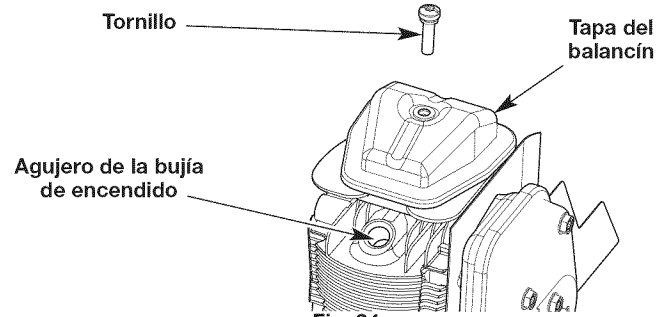
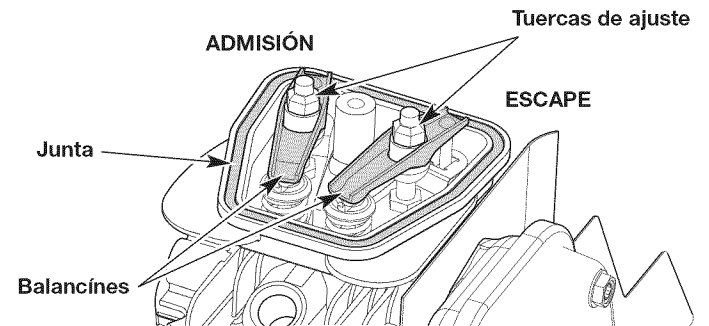

Fig. 24
Fig. 25
6. Quite el tornillo de la tapa del balancín con un destornillador plano o un destornillador Torx T-25 (Fig. 24). Quite la tapa del balancín y la junta.(Fig. 25).
7. Inspeccione el orificio de la bujía (Fig. 24) y hala la cuerda de arranque lentamente para mover el pistón. Asegúrese de que: